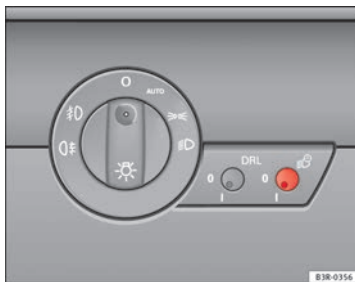

Abb. 84 Ausschnitt aus Instrumententafel: Coming-/Leaving-Home-Funktion
- Drücken Sie kurz auf den Knopf ⇒ Abb. 84, um ihn aus seiner Position auszurasten.